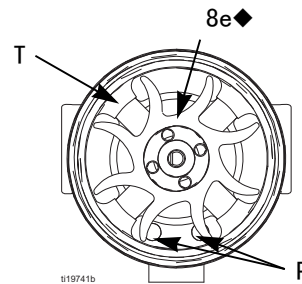

图 30. 风扇方向
7. 将线圈组件 (8a) 固定在工作台上，使风扇端朝上。使用宽边螺丝刀撬开转轴 (S) 上的风扇 (8e◆)。
10. 在转轴 (S) 的较长端按照新的底部轴承 (8b1◆)。轴承的扁平侧必须背向磁铁 (M)。装入线圈 (8a)，使轴承叶片与线圈表面齐平。
12. 将线圈组件 (8a) 固定在工作台上，使风扇端朝上。将风扇 (8e◆) 按压在转轴 (S) 的较长端上。扇叶的方向必须如图 30 所示。
13. 小心将线圈组件 (8a) 按压至外壳 (8d◆) 前部，同时将线圈的针脚与外壳槽位对齐。3 线连接器 (PC) 必须位于外壳止动舌上较宽凹槽 (W) 的下方。
14. 旋转风扇 (8e◆)，使风扇叶片清洁外壳背部的四个轴承止动舌 (T)。确保底部轴承 (8b1◆) 的叶片与止动舌对准。